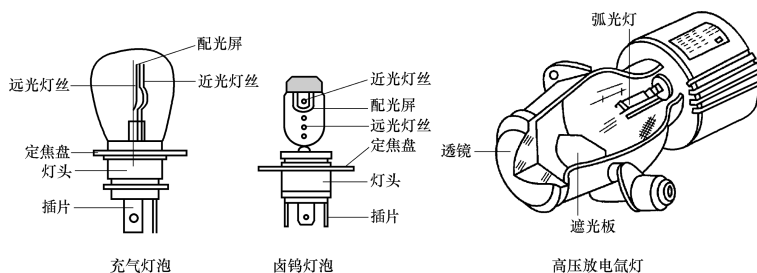

图 4-69 前照灯泡
(1) **灯泡** 目前汽车前照灯的灯泡有三种, 即**充气灯泡**、**卤钨灯泡**和**新型高压氙气灯**。其构造如图 4-69 所示。